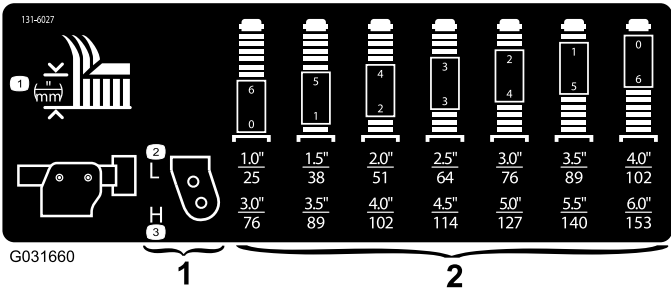

Figura 33
3. Coloque los ejes de las ruedas giratorias en los mismos taladros en todas las horquillas; consulte en la tabla (Figura 33) los taladros correctos para el ajuste.
Nota: Consulte la tabla para determinar la combinación de espaciadores necesaria para cada altura (Figura 33).